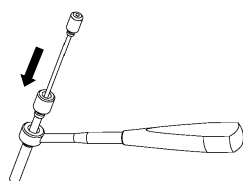
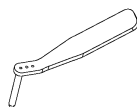

図 24-1
図 24-2
- 1) 4.0CCS 用プロテクションスリーブに 4.0CCS 用ドリルスリーブ、1.3 ガイドピン用スリーブを組み付け、経皮的挿入器を用意します (図 24-1)。又は、1.3 ガイドピン用ガイド (S) を用意します (図 24-2)。